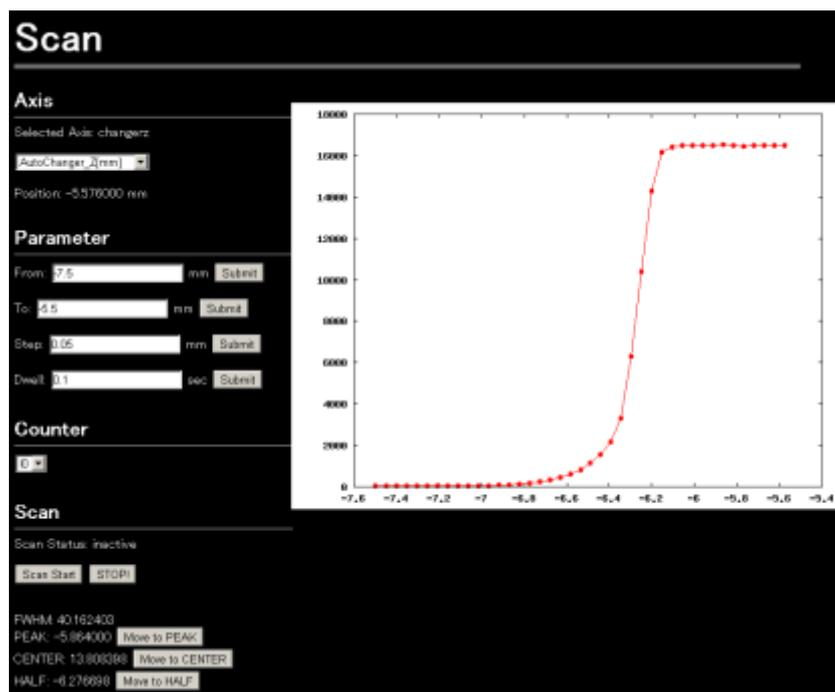

図 1. singlescan のテスト用ウェブクライアント画面
図 1 は singlescan のテスト用ウェブクライアント画面である。この画面は、実験ハッチ内のモータスキャン(ツジ電子社製モータコントローラ PM16C シリーズを使用)の例であるが、光学ハッチ内の機器(モノクロ、スリット、ミラー等を構成する各軸)も区別なく取り扱うことができる。モータの動作単位はパルス、および mm や mrad、degree 等も指定可能である。singlescan のテストでは、(1) 動作軸の切替、(2) パルス単位/物理単位での動作、(3) 絶対値/相対値動作、(4) スキャン